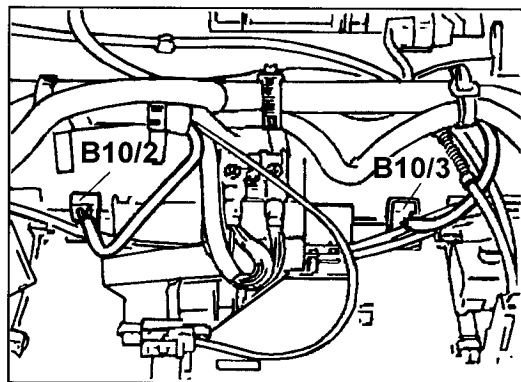

图 9-5-17 前部加热器芯温度传感器(B10/2、B10/3)
1. 风口活门及风道的控制受前部加热器芯温度传感器(B10/2、B10/3)的影响,见图 9-5-17。